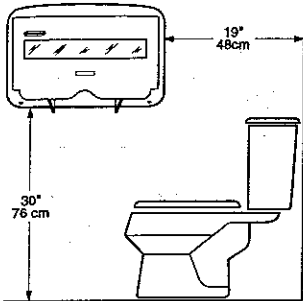

Figure 1
1. Placez la boîte distributrice sur la paroi du compartiment tel qu'illustré à la Figure 1. Dans un compartiment pour personnes handicapées, placez la boîte tel qu'illustré à la Figure 2.